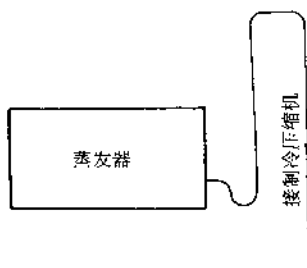
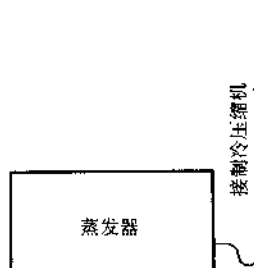

图2 蒸发器在制冷压缩机上方时的管道连接示意图
图3 蒸发器在制冷压缩机下方时的管道连接示意图
- ◆ 如蒸发器在制冷压缩机上方时, 蒸发器上部管应做成如图 2 所示的 U 形弯; 蒸发器在制冷压缩机下方时, 其吸气管的连接方式如图 3 所示。